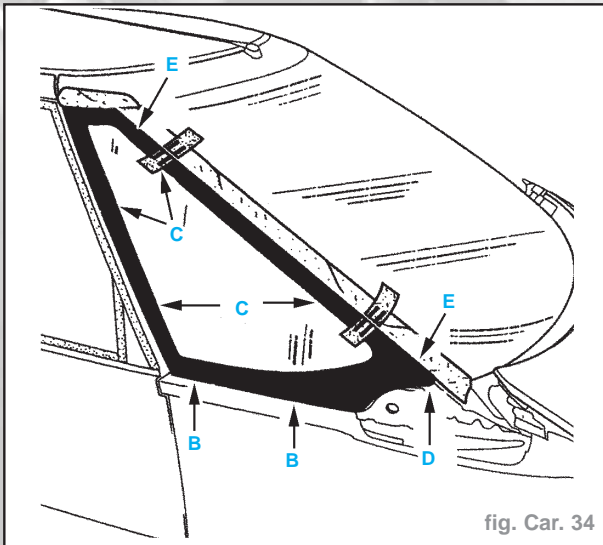

fig. Car. 34
- En (A), passer un morceau de corde à piano.
- Commencer la découpe en suivant (1), puis en suivant (2), effectuer la découpe de l'angle (D) de l'intérieur à l'aide d'un outil tranchant en écartant légèrement la vitre.
- Présentation à blanc pour centrage (fig. Car. 34).
- Présenter la vitre, la positionner à l'aide des repères faits à l'adhésif et à l'aide des cales (E) pour obtenir un jeu mini de 5 mm avec le bord du pare-brise (fig. Car. 34).
- Appuyer sur la vitre jusqu'au contact des cales (C) et (D).
- Retirer alors les cales (B), (C) et (E) et (D).